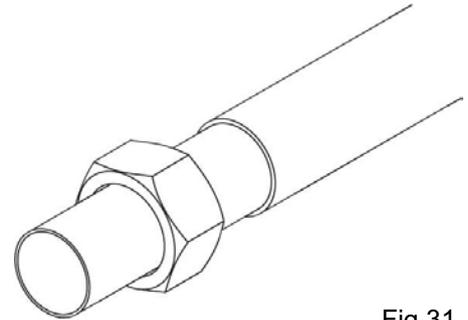

Fig.31
- Infilare nel tubo, prima di eseguire la cartellatura, il dado di fissaggio (fig. 31).